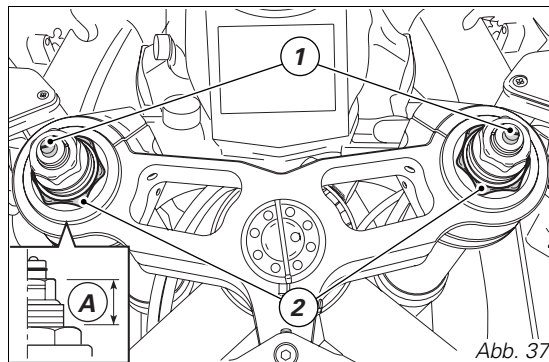

Abb. 37
- 1) zur Änderung der hydraulischen Dämpfung in der Zugstufe (Abb. 37);
- 2) zur Änderung der Federvorspannung der inneren Federn (Abb. 37);
Federvorspannung (A, Abb. 37): 20 mm.
Federvorspannung (A, Abb. 37): 10 ÷ 25 mm
Federvorspannung (A, Abb. 37): 20mm.
Federvorspannung (A, Abb. 37):
Um die Vorspannung der Innenfeder jedes Holms zu ändern, die Sechskant-Einstellschraube (2, Abb. 37) mit einem 22 mm-Sechskantschlüssel verdrehen.